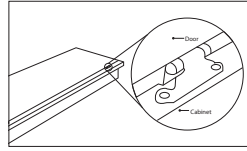

Figura 3
- g) Fije las bisagras al gabinete con los tornillos de montaje para bisagra restantes. (Consulte la Figura 3)